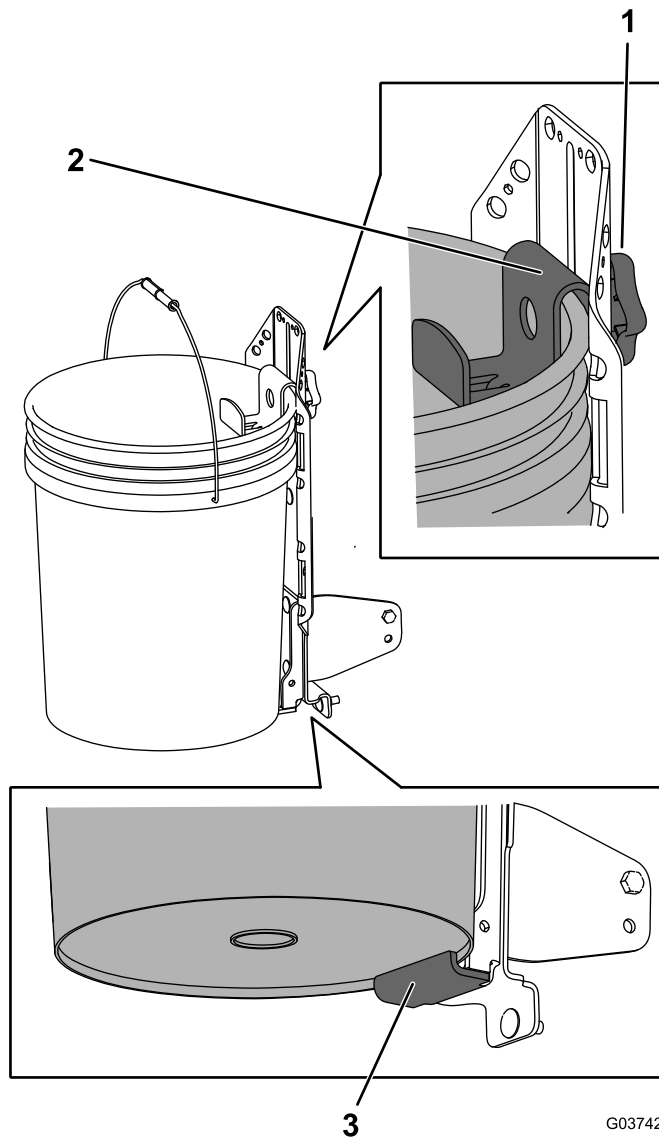

Figura 18
1. Desaperte o manípulo e eleve o balde superior. Aperte o manípulo para o segurar no sítio (Figura 18).
2. Coloque a borda inferior do balde sobre o bordo inferior do suporte de apoio soldado (Figura 18).
3. Desaperte o manípulo e desça o suporte superior o mais possível sobre o aro do balde. Aperte o manípulo (Figura 18).